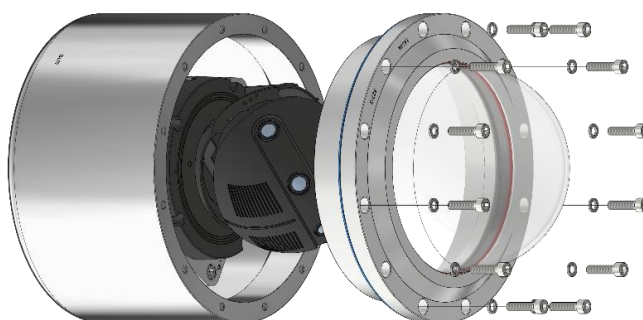

Bild 6-1: Öffnen der ExCam T08-VA4.1K.PS1
- Der Kuppelflansch ist vorsichtig und lotrecht herauszuziehen (vgl. Abb.6-1). Es besteht Gefahr durch Verkantung! Durch entstehenden Unterdruck kann das Entfernen des Flansches ggf. schwerfällig sein.